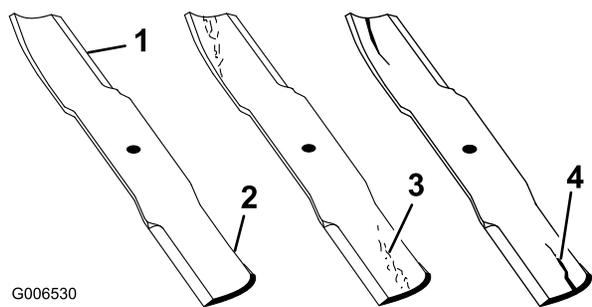
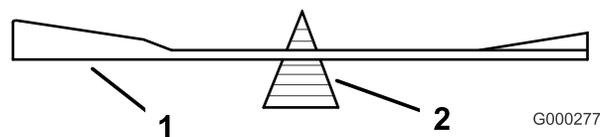

Figura 47
Figura 51
1. Controllate i taglienti (Figura 47). Se i taglienti non sono affilati o mostrano delle tacche, togliete le lame e affilatele. Vedere Affilatura delle lame (pagina 38).
2. Controllate le lame, in particolare l'area curva (Figura 47). In caso di incrinature, usura o scanalature nell'area (voce 3. in Figura 47) montate immediatamente una nuova lama.
2. Controllate il bilanciamento della lama posizionandola su un bilanciatore (Figura 51). Se la lama rimane in posizione orizzontale, è bilanciata e può essere utilizzata. Se la lama non è bilanciata, limate del metallo soltanto dalla costa (Figura 47). Ripetete la procedura finché la lama non è perfettamente bilanciata.